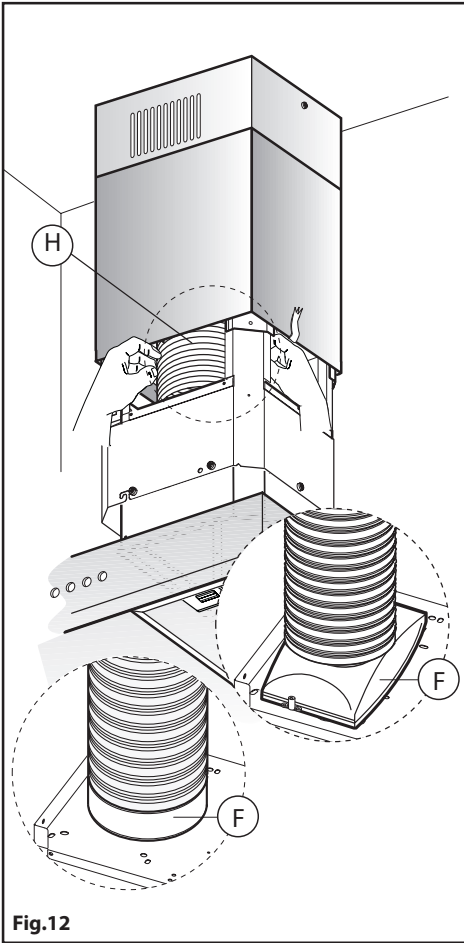

Fig.12
- Fixer le tuyau d'évacuation air **H** (pas fourni avec l'appareil) sur la bride de raccordement **F** (**Fig.12**)